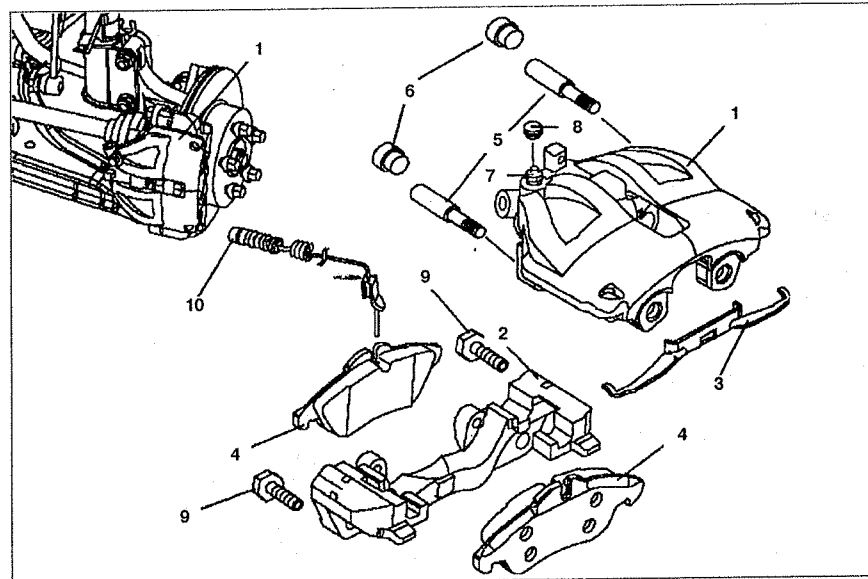

Рис. 9.6. Тормозные колодки переднего тормозного механизма:
4. Отсоедините разъем проводки индикатора износа 10 (см.рис.9.6).